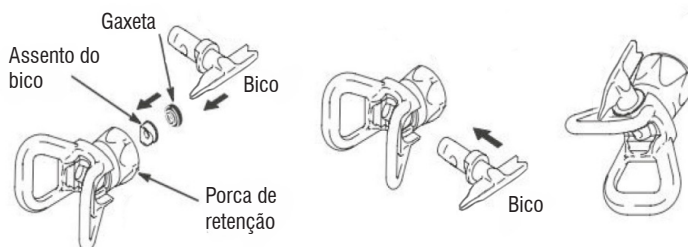

Figura 3 - Componentes do bico
1. Coloque a gaxeta encostada na parte plana do assento do bico (figura 3);